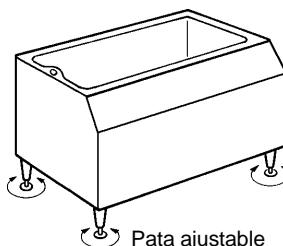

Fig. 4
- 2) Colocar la cubeta de almacén en el lugar permanente previamente seleccionado y nivelarla de izquierda a derecha y de delante a atrás. Véase la Fig. 4.